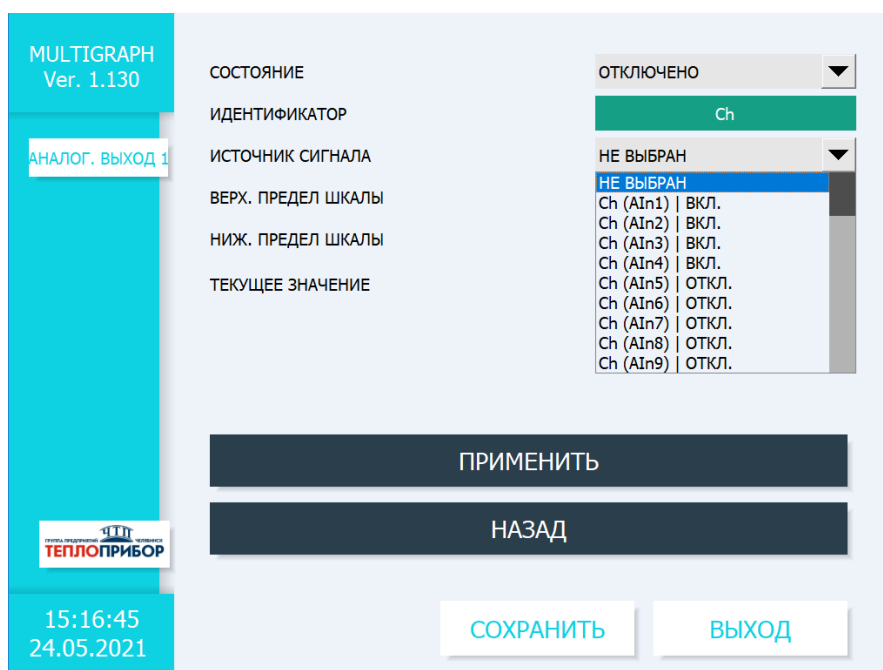

Рисунок 2.36 – Выбор источника сигнала для аналогового выхода
2.3.4.1.3 «ИСТОЧНИК СИГНАЛА» Позволяет настроить источник – измерительный канал, с которого будет преобразовываться входной сигнал в выходной токовый сигнал 4-20 мА. Выбор представлен из подключенных аналоговых и цифровых (в режиме измерения частоты) входных каналов (рис. 2.36).